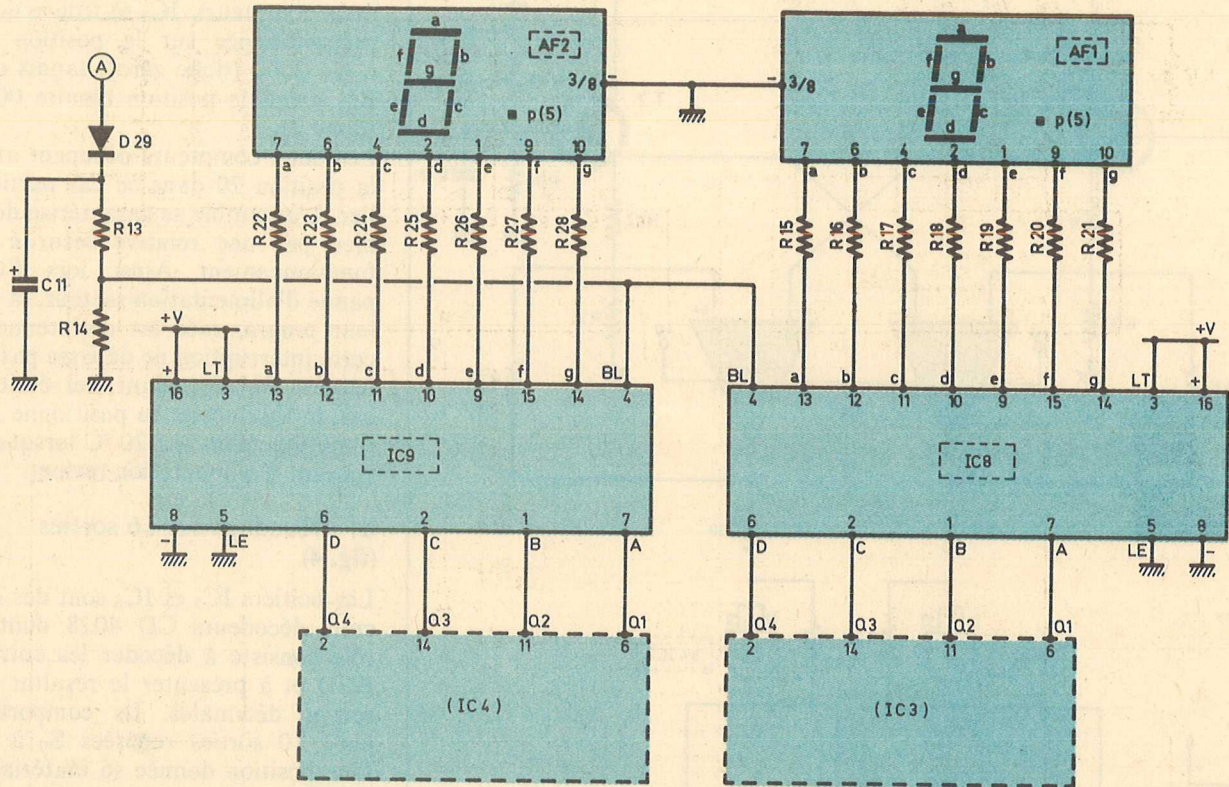

Fig. 5 Affichage des températures programmées.
2° Implantation des composants (fig. 5)
e) Affichage des températures programmées (fig. 5)